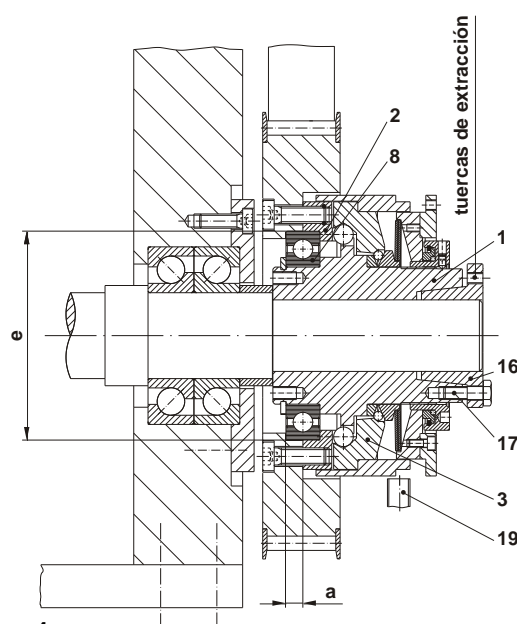

Figura 4
Tamaño	Medidas de conexión (Figura 4, página 4)
Montaje de los elementos de toma de fuerza (Figura 4)
Para evitar un desplazamiento axial del elemento de toma de fuerza (brida de presión (2)) en dirección a la placa de presión (3) durante la liberación, se debe prestar atención a que el apoyo del elemento de transmisión se lleve a cabo como rodamiento fijo (Figura 4).
Tenga en cuenta las medidas de conexión "a" y "e" para los elementos de toma de fuerza según Figura 4 y Tabla 5, página 3.